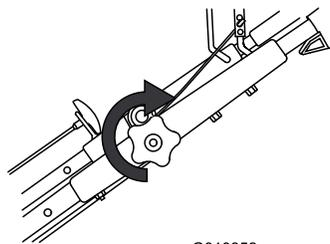

Figure 18
- Serrez le bouton de la partie supérieure du guidon autant que possible (Figure 18).